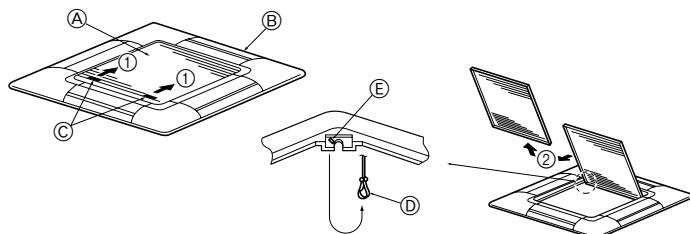
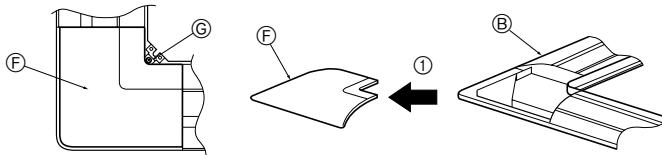

Fig. 8-3
Fig. 8-4
8.2.1. Demontering av insugsgrillen (Fig. 8-3)
- Skjut armarna i den riktning som visas på pilen ① för att öppna grillen.
- Med insugsgrillen i läge "öppen", ta bort gångjärnen på insugsgrillen från grillen som visas med pilen ②.
8.2.2. Demontering av hörnpanel (Fig. 8-4)
- Demontera skruven från hörnet på hörnpanelen. Skjut hörnpanelen som visas med pilen ① för att ta bort hörnpanelen.